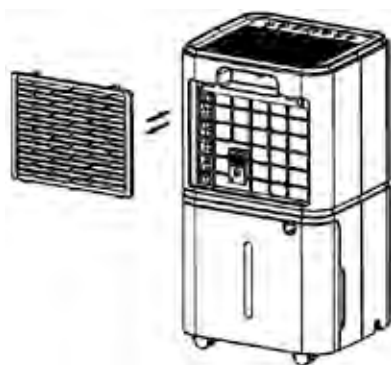

Fig. 1
1. Retirez le filtre en le dégageant de son siège en suivant le sens de la flèche (Fig. 1).